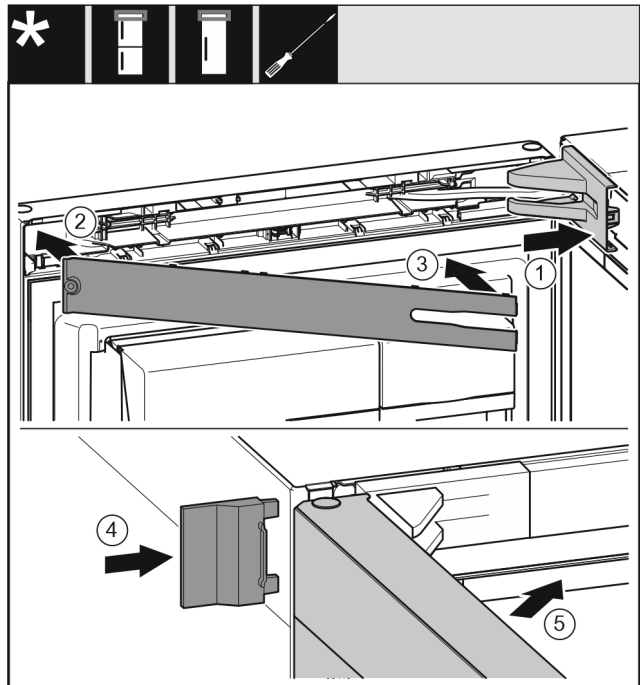

Fig. 27
- ▶ Anbring hængselkonsollens afdækning, og sørg for, at den går i indgreb, tryk den eventuelt forsigtigt fra hinanden. *Fig. 27 (1)*
- ▶ Sæt afdækningen på. *Fig. 27 (2)*
- ▶ Sving afdækningen ind, og lad den gå i indgreb. *Fig. 27 (3)*
- ▶ Sæt den udvendige afdækning på. *Fig. 27 (4)*
- ▶ Luk den øverste dør. *Fig. 27 (5)*